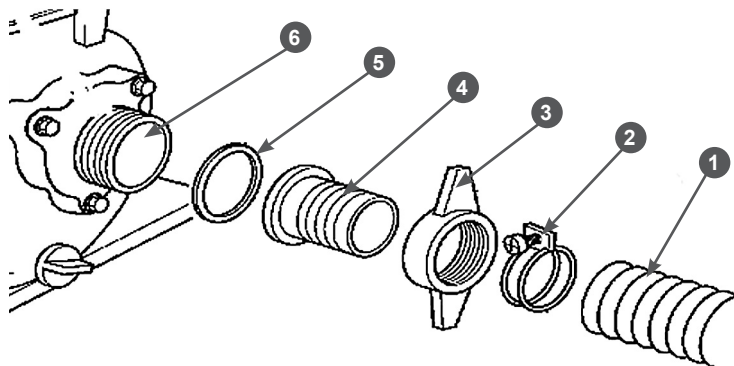

Рис.8 Монтаж всасывающего рукава
Установите всасывающий патрубок(4) через уплотнительную прокладку (5) к фланцу насоса(6) и плотно затяните гайку фланца(3) Рис.8. Наденьте до упора всасывающий рукав(1) на патрубок и затяните его хомутом(2).